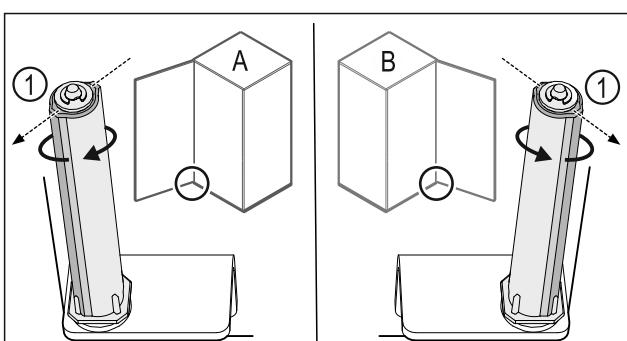

Fig. 30 Kreisais atbalsts (A) / labais atbalsts (B)
- Grieziet slēgšanas sistēmu pret pretestību, līdz slēgšanas sistēmas balstiņš Fig. 30 (1) ir vērts uz augšu.